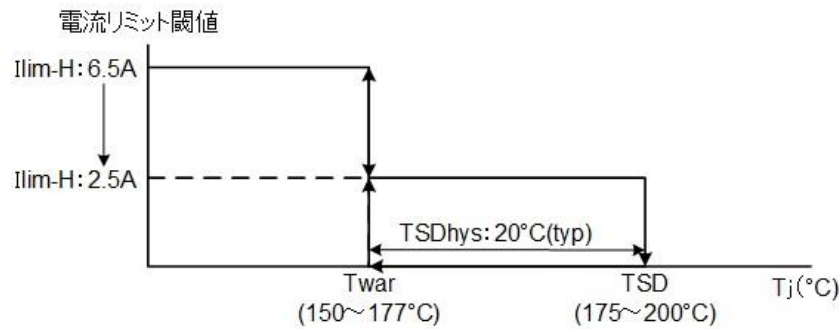

図 7.17 電流リミットコントロール温度調整機能
7.7.6. 電流リミットコントロール温度調整機能(図 7.17)